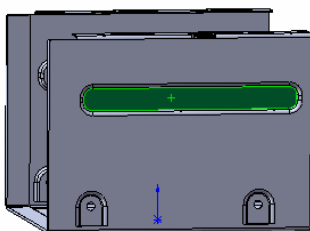
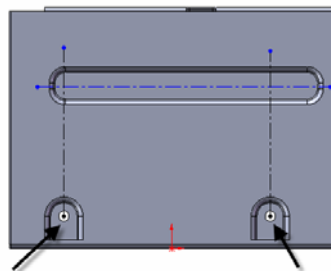

图 10-132 选择绘图基准面
图 10-133 选择构造线
③ 绘制草图。单击图 10-132 所示的面作为基准面，单击“草图”工具栏中的“中心线”图标，绘制 3 条构造线，一条水平构造线和两条竖直构造线，两条竖直构造线通过箭头所指圆的圆心，如图 10-133 所示。
将对话框切换到位置选项下，然后，鼠标单击拾取如图 10-133 所示两竖直构造线与水平构造线的交点，如图 10-136 所示，确定孔的位置，单击“确定”图标，生成孔特